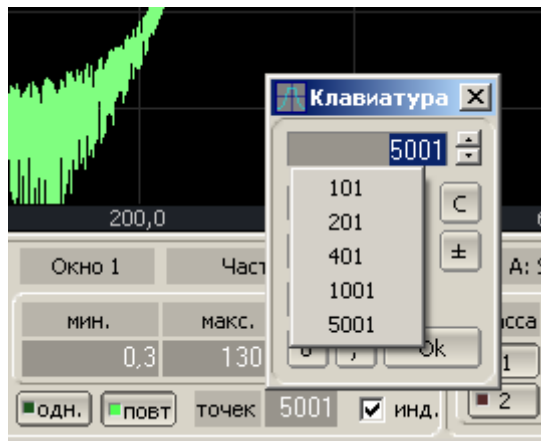

Рисунок 12.2. Список ранее введенных значений.
- 12.2 Основные поля ввода снабжены функцией запоминания ранее введенных значений. Список запомненных значений ограничен 8-ю пунктами. Доступ к списку открывается щелчком правой кнопкой мыши над полем ввода виртуальной клавиатуры (рисунок 12.2.).